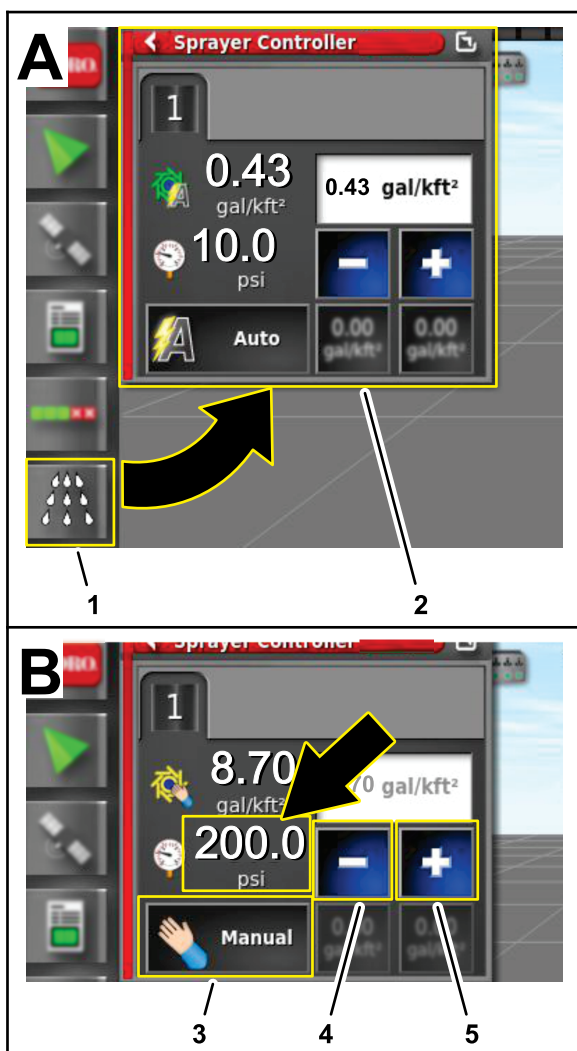

Figura 198
4. En la consola de control GeoLink, pulse el icono CONTROLADOR DE CAUDAL DE FUMIGACIÓN (Figura 198).
5. En el cuadro de diálogo Controlador del caudal de fumigación, pulse el icono MODO DE CONTROL DE CAUDAL hasta que aparezca el modo manual (Figura 198).
6. Presione el icono Reducir (-) o Aumentar (+) para ajustar la presión del sistema de fumigación (Figura 198) a 13.75 bar (200 psi).